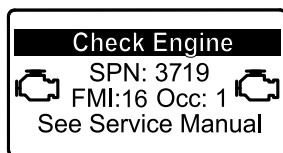

図 46
- ・ 駐車再生が必要になると、インフォセンターにエンジン警告 SPN 3719, FMI 16 図 46 が表示され、エンジン出力が 85% にダウンします。